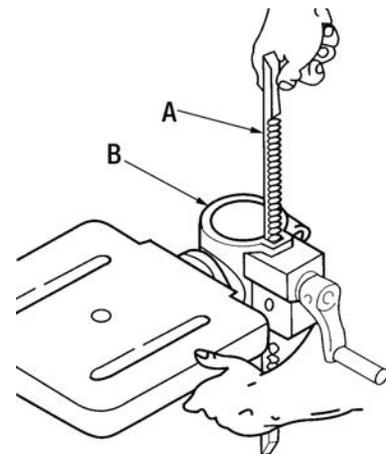

FIGURE 9
7. Positionnez la partie lisse de la crémaillère (A) Fig.9 vers le haut, glissez la crémaillère dans l'ouverture du support de table (B). Engagez la crémaillère dans le mécanisme de l'engrenage.